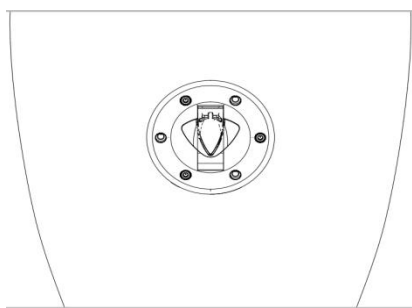

Рис. 9 Крышка топливного бака
4.6. Как открыть крышку топливного бака (Рис. 9)